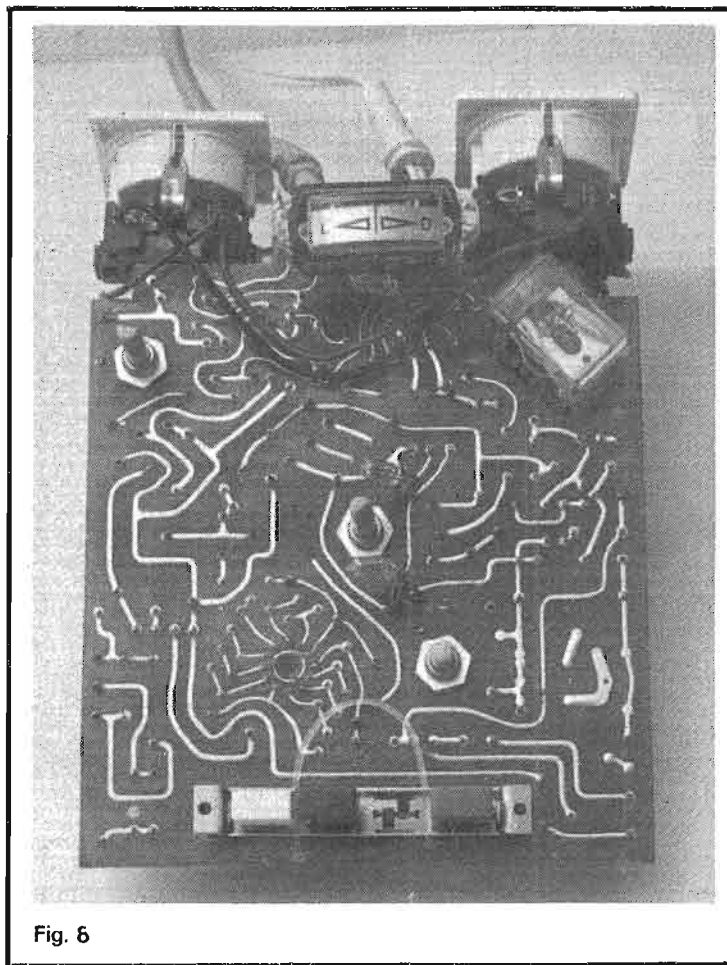

Fig. 6
b) **le circuit de commutation**, figure 6, compare tout d'abord un transistor TS1 : BSX 21 dont la résistance de charge de l'émetteur est variable en fonction de la durée de temporisation choisie qui dépend elle-même de la position de R30 et de SKD.